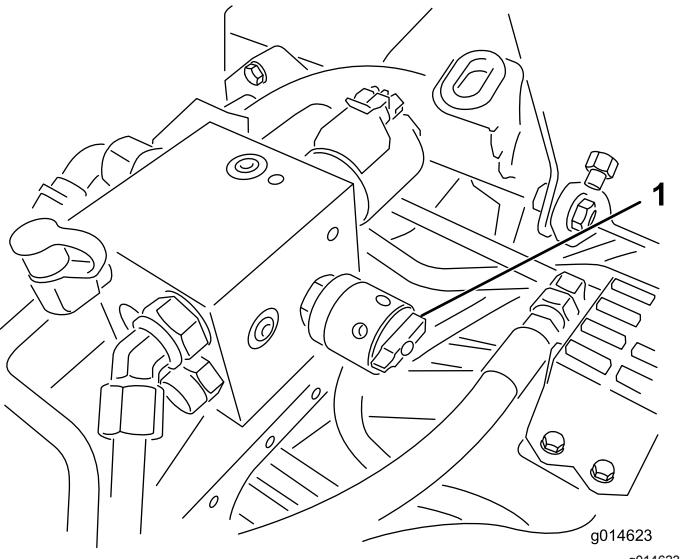

Figura 35
4. Per impostare la velocità dei cilindri girate la manopola (Figura 35) fino a portare le frecce in linea con il numero corrispondente all'impostazione desiderata.